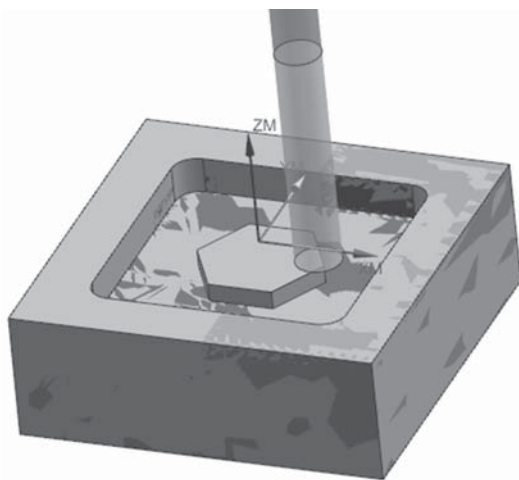

图 2-1-58 加工仿真
(6) 单击“刀轨设置”对话框中的 (进给率和速度) 图标，进入“进给率和速度”对话框，在“主轴速度”区域中，勾选 图标，在文本框中填入 2500，在“进给率”区域中的“切削”文本框填中入 2000，单击 进行计算，单击“确定”按钮返回“平面铣”界面。
(7) 单击“操作”区域中的 图标进行计算，再单击 图标，进入“刀轨可视化”对话框。单击“3D 动态”图标进行 3D 仿真操作，把“动画速度”调整到 2，便于观察。单击 图标进行仿真，如图 2-1-58 所示。确认无误后，